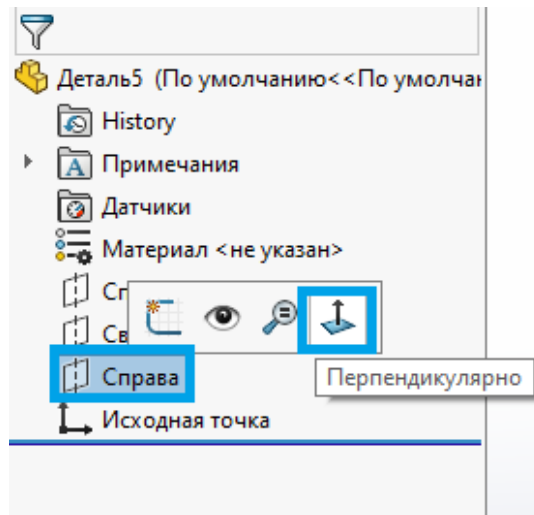

Рис. 3. Выбор поверхности для создания эскиза
4. Далее можно приступить к построению модели. В первую очередь необходимо создать эскиз, для этого нажимаем левой кнопкой мыши (ЛКМ) на вид **Справа** (находящийся в дереве построения) и ориентируем его **Перпендикулярно** (рис. 3).